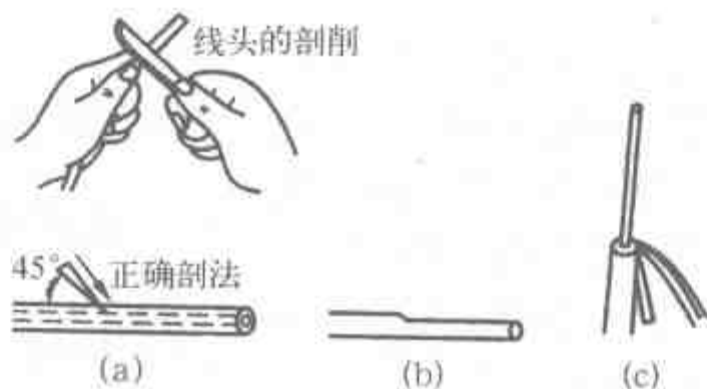

图 2-2 用电工刀剖削塑料硬线绝缘层
(1) 根据所需的长度用电工刀以 45° 角斜切入塑料绝缘层，如图2-2(a)所示。
(2) 接着刀面与芯线保持 15° 角左右，用力向线端推削，不可切入芯线，削去上面一层塑料绝缘层，如图2-2(b)所示。
(3) 将下面的塑料绝缘层向后扳翻，最后用电工刀齐根切
去，如图 2-2 (c) 所示。